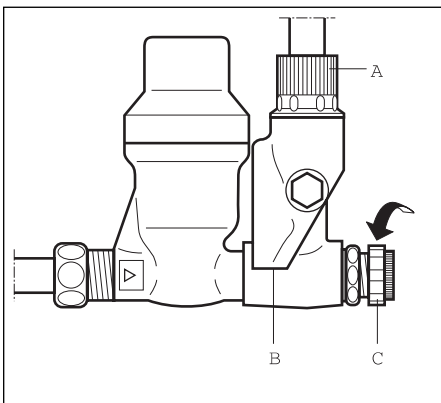

Рис. 2 Группа безопасности
- в сливное отверстие (В, рис. 2) и клапан избыточного давления
Сточная арматура, сливное отверстие (В, рис.2), а также вытекающая вода могут нагреваться до температуры 85°C.
Во время нагрева объем воды увеличивается, и из сливного отверстия (В, рис.2) капает вода. Поэтому ни в коем случае не допускается перекрывать клапан избыточного давления и, соответственно, сливное отверстие!
Обозначения к рис. 2 и рис. 3